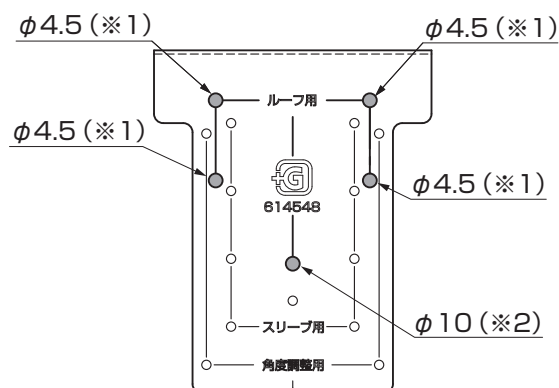

図2-3
- フレーム取付穴位置治具のガイド穴位置は図2-3の※1、※2の箇所を使用してください。